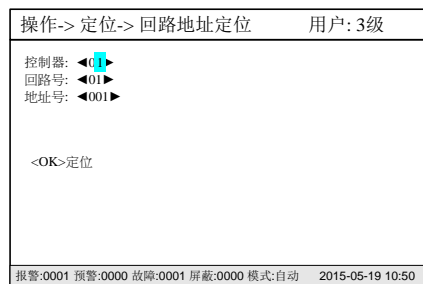

图 17-2
2. 按“→”键选择“操作”子菜单（图 17-2），然后按“↓”键选择“定位”，然后按“OK”键。